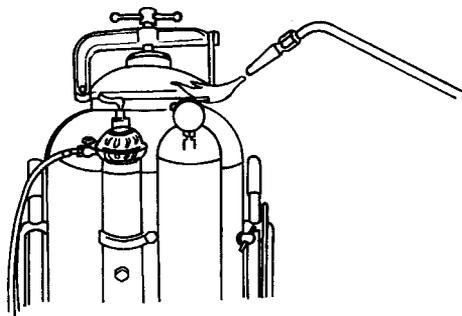

图 1-7
2) 检查乙炔发生器的密封性时，可涂刷肥皂水观察有无气泡产生，绝不可如图 1-7 所示用明火作试验。